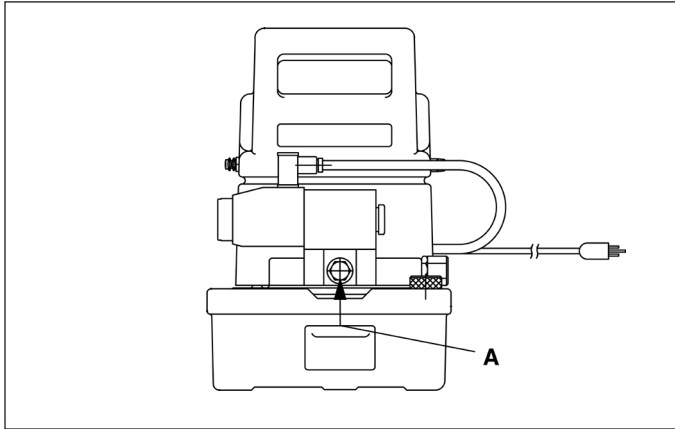

Figura 4
1. A mangueira de ligação entre a bomba e o cilindro é conectada diretamente à conexão de saída (A) da válvula de controle (ver Figura 4).
2. Caso seja necessário monitorar a pressão do sistema através de um manômetro, um adaptador para manômetro deve ser instalado na conexão de saída da válvula (A). Instale um manômetro de pressão de 700 Bar (0-10.000 psi) na conexão de saída do adaptador do manômetro.